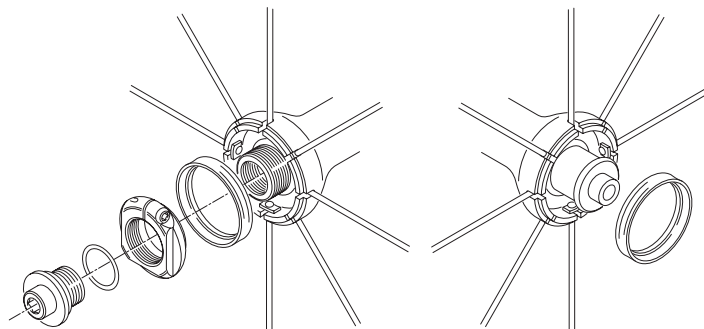

Fig. 39
- Togliete il coperchietto dal mozzo, estraete l'anello fermaraggi in plastica (tranne Electron). Per effettuare quest'ultima operazione sul lato del mozzo con la ghiera di registrazione è necessario prima rimuovere il dado di battuta e la ghiera stessa (Fig. 39) come descritto al capitolo 17.1.
- Remove the hub cover and slide out the plastic spoke stop ring (except for Electron). To perform this operation on the side of the hub with the adjustment locking, the locator nut and the locking itself (Fig. 39) must first be removed as described in Section 17.1.
- Die Abdeckung von der Nabe entfernen, die Speichenhalterungsringe aus Kunststoff (außer bei Electron) herausziehen. Um diesen Montageschritt auf der Nabenseite der Einstellbuchse durchzuführen, ist es notwendig vorher die Anschlagmutter und die Einstellbuchse selbst zu entfernen (Abb. 39). Siehe dazu Kapitel 17.1.
- Enlevez le couvercle du moyeu, extrayez la bague en plastique de blocage des rayons (sauf Electron). Pour effectuer cette dernière opération sur le côté du moyeu avec la bague de réglage, il faut d'abord enlever l'écrou de butée et la bague (Fig. 39) comme décrit au chapitre 17.1.
- Quitar la tapa del buje, extraer el anillo bloquea-radios de plástico (excepto Electron). Para efectuar esta operación en el lado del buje, con la virola de ajuste, primero hay que quitar la tuerca de tope y la virola (Fig. 39) como figura en el capítulo 17.1.
- Verwijder de naafafdichting en neem de plastic spaakstopring weg (behalve bij Electron). Om deze handeling goed uit te kunnen voeren aan de zijde met sluitmoer: de borgmoer en de sluitmoer zelf (fig. 39) dienen eerst te worden verwijderd, zoals omschreven is in hoofdstuk 17.1